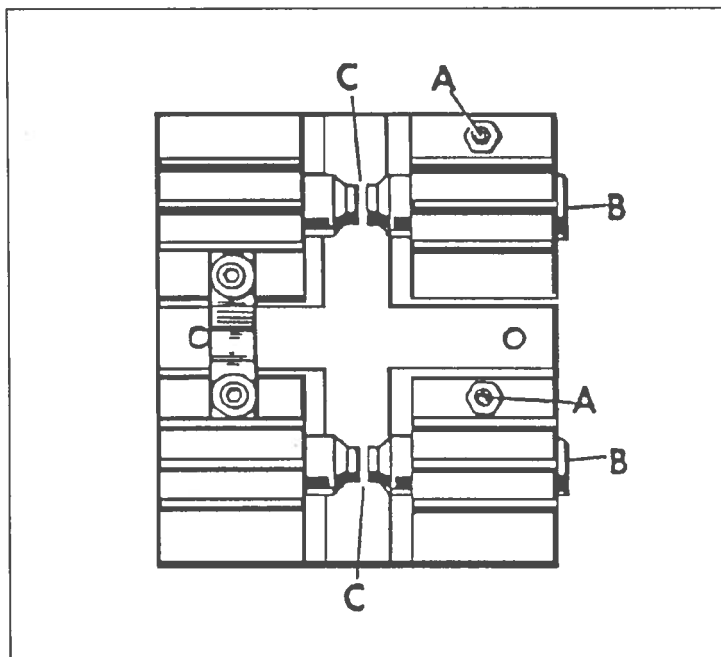

Fig. 5 Regulation de las Levass.
2. Regulación de las levass (PUNTAS) (Fig. 5)